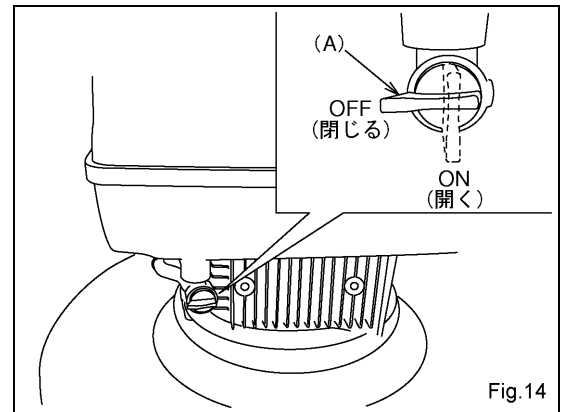

Fig.14
- (3) 燃料タップレバー（A）を“OFF”（閉じる）の位置にして下さい。(Fig.14)
- (2) エンジンが停止したら、必ず燃料タンクの燃料タップレバー（A）を“OFF”（閉じる）の位置にして下さい。(Fig.14)